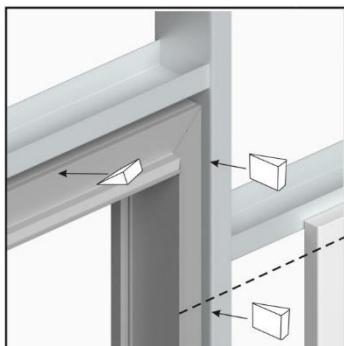
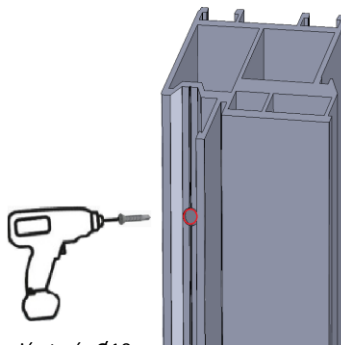

Rys. 20.
Rys. 21.
1) Wstawić ościeżnicę w otwór montażowy. Ościeżnica powinna być wysunięta poza powierzchnię profilu stalowego pozostawiając miejsce na płytę GK (Rys.20. ościeżnica drzwi otwieranych do wewnątrz; Rys.21. ościeżnica drzwi otwieranych na zewnątrz).